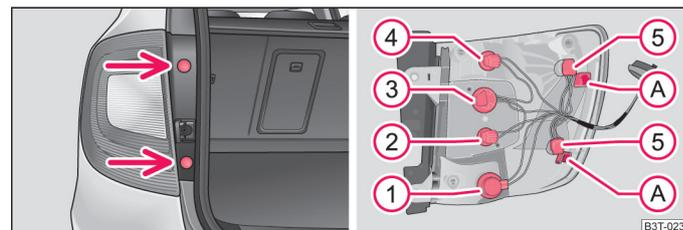

Abb. 221 Heckleuchteneinheit ausbauen (Combi)
- Nehmen Sie die Stopfen → Abb. 221 - links heraus und schrauben Sie mit einem Torx-Schlüssel die Heckleuchteneinheit ab¹⁾.
Einbaulage der Lampen ⇒ Abb. 221.